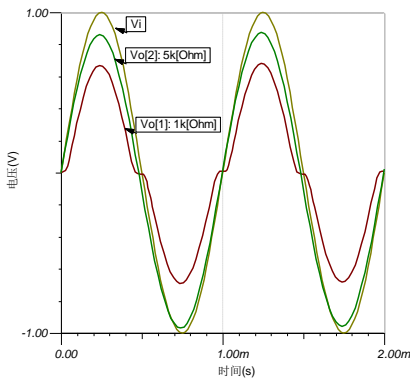

图 152 瞬态扫描分析的输入、输出波形
① 瞬态参数扫描分析：执行【分析|瞬时现象】菜单命令，分别得到电位器阻值为 1k 和 5k 时的输入输出电压波形如图 152 所示。当电位器 RP 滑动点在中间位置，阻值为 1k 时，输出电压有明显地交越失真；阻值为 5k 时，输出电压的交越失真消失。